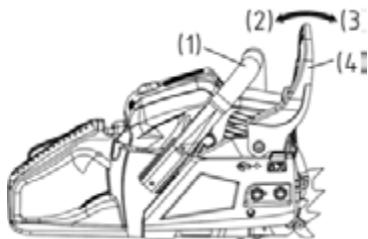

Рис. 10
Для регулировки выполните следующие шаги (рис. 10).
- Поверните винт (T) регулировки холостого хода (рис. 10 поз. 1) против часовой стрелки так, чтобы пильная цепь не вращалась. При слишком низких оборотах холостого хода, поверните винт по часовой стрелке.